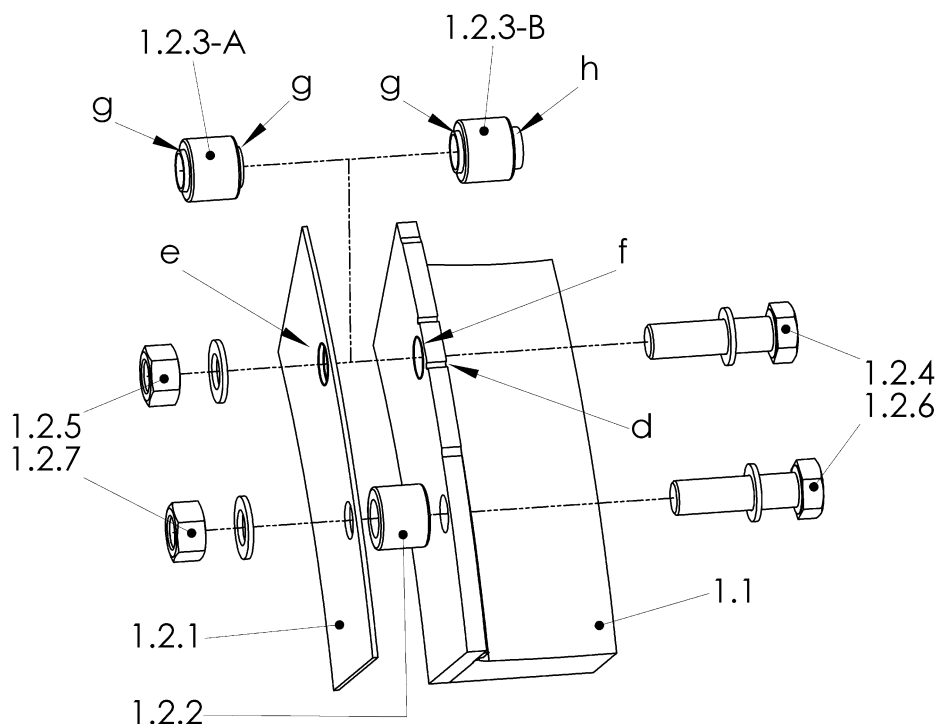

Abbildung 6-8 Einzelheit X: Gummielement und Membran verbinden
- Gummielement (1.1) und Membran (1.2.1) verbinden, siehe Abbildung 6-8, Einzelheit: X .